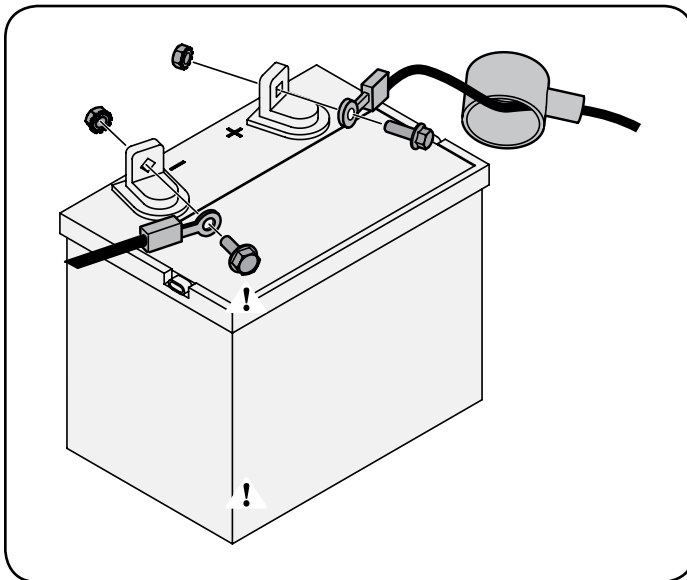

Figura 8
1. Retire la cubierta plástica, si es que está presente, del borne positivo de la batería y una el cable rojo al borne positivo de la batería (+) utilizando el perno y la tuerca hexagonal. Vea la Figura 8.
2. Retire la cubierta plástica, si es que está presente, del borne negativo de la batería y una el cable negro al borne negativo de la batería (-) utilizando el perno y la tuerca hexagonal. Vea la Figura 8.